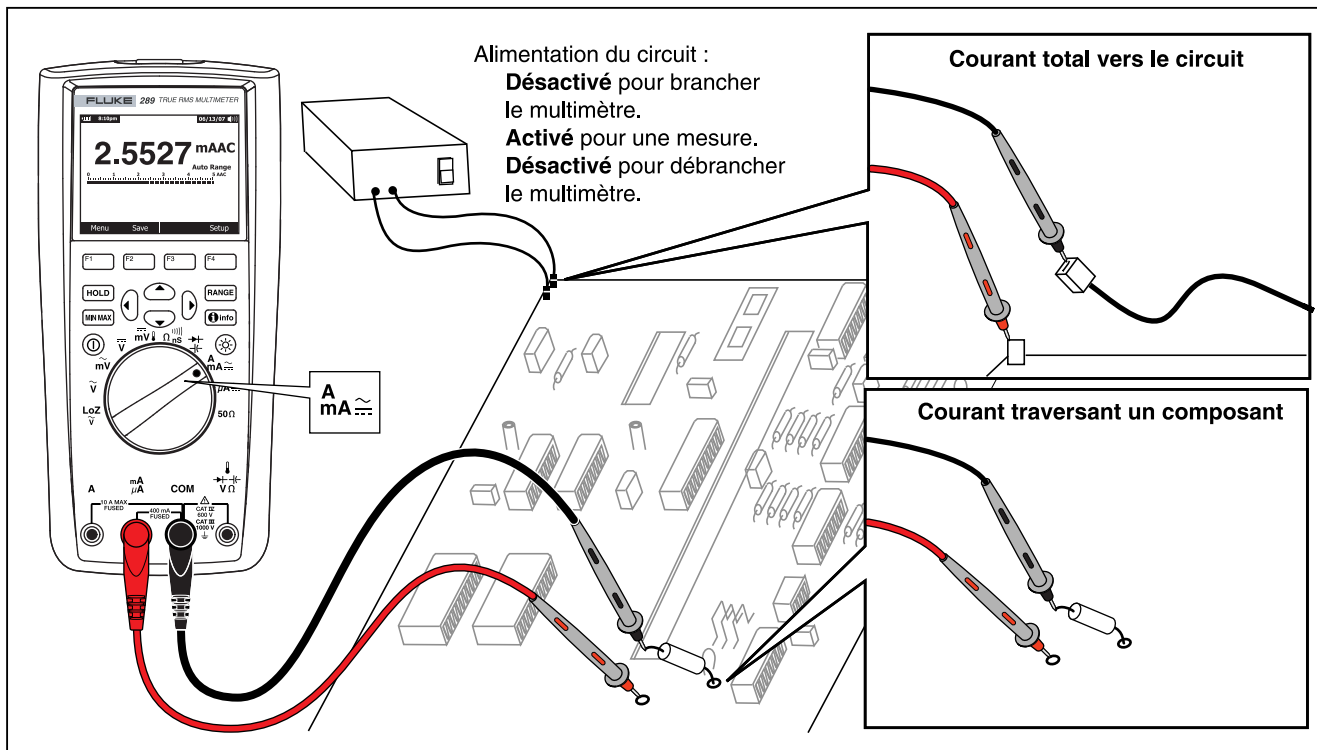

Figure 22. Branchement de circuit de mesure de courant
4. Interrompez le trajet du circuit à tester conformément à la figure 22. Appliquez la sonde rouge au côté le plus positif de la coupure ; appliquez la sonde noire au côté le plus négatif de la coupure. L'inversion des cordons produit un résultat négatif sans endommager le multimètre.